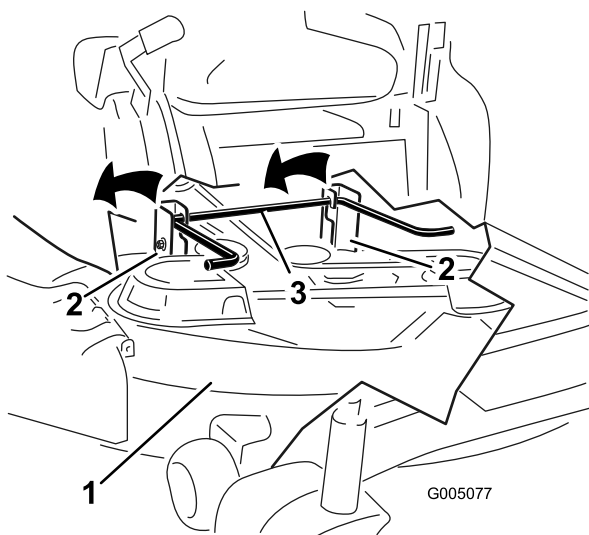

Рисунок 75
7. Поднимите деку газонокосилки и кронштейны подвеса так, чтобы они отсоединились от заднего подъемного стержня, и осторожно опустите газонокосилку на землю (Рисунок 75).
- Поднимите заднюю часть деки газонокосилки и установите кронштейны подвеса поверх заднего подъемного стержня (Рисунок 75).